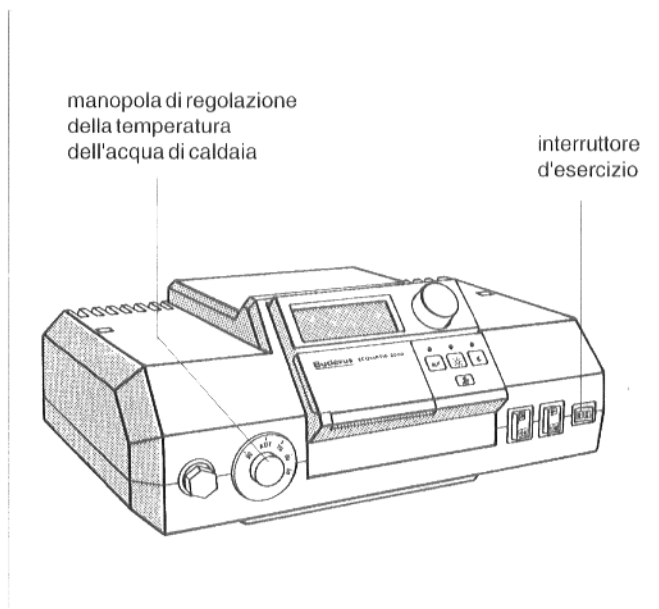

Fig. 26: Apparato di regolazione 2000
- Mettere l'interruttore d'esercizio (Fig. 26 opp. 27) in posizione I (ON).
- Mettere il regolatore di temperatura acqua di caldaia (Fig. 26 opp. 27) su "AUT".